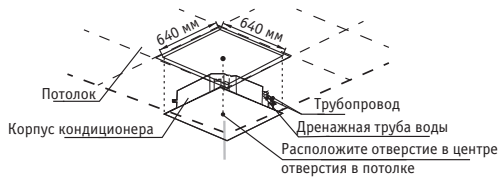

Рис. 5.5
1. Изготовьте в потолке квадратные отверстия размером 640 × 640 мм, согласно габаритам монтажной панели (принадлежность 2). См. рисунок 5.5. Необходимый для технического обслуживания доступ указан на рис. 4.1.